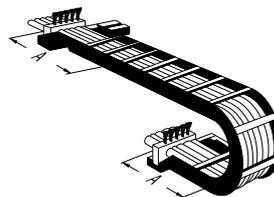

Fig. 4
- con catene portacavi corte su entrambe le estremità della catena (→ Fig.4)